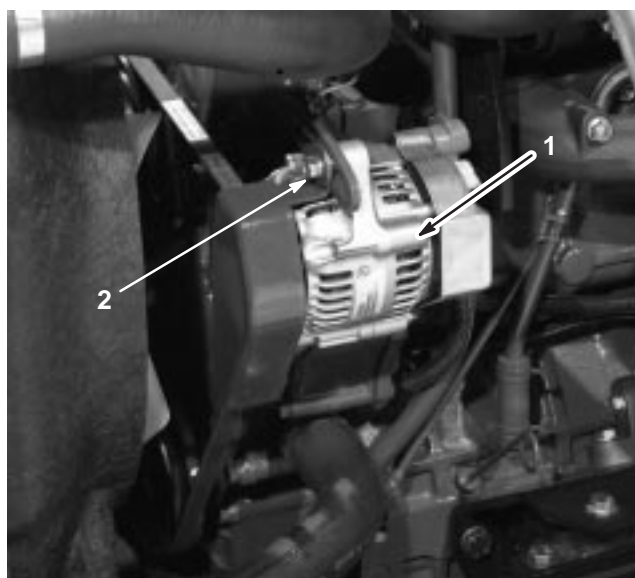

Bild 55
Kontrollieren Sie den Zustand und die Spannung der Treibriemen (Bild 55) alle 100 Betriebsstunden.
2. Lockern Sie bei einer Durchbiegung von mehr oder weniger als 10 mm die Befestigungsschrauben der Lichtmaschine (Bild 55). Erhöhen oder reduzieren Sie die Spannung des Lichtmaschinen-Treibriemens und ziehen Sie die Schrauben wieder fest. Prüfen Sie die Riemenspannung noch einmal auf korrekte Einstellung.